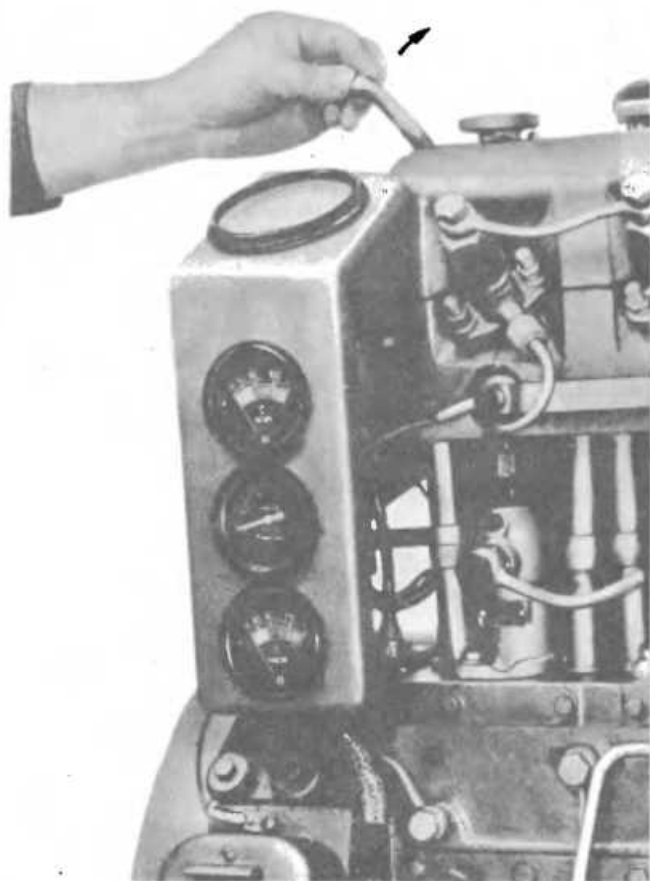

Рис. 104. Включение декомпрессионного устройства
12. Включите декомпрессионное устройство поворотом рукоятки вверх (рис. 104).
Включите декомпрессионное устройство поворотом рукоятки вверх (рис. 104).
1. Включите декомпрессионное устройство поворотом рукоятки вверх (рис. 104). На дизелях имеющих в своем составе тахометр ТМиЗМ во избежание поломки пружины привода, перед пуском непрогретого дизеля 4ч, проверните коленчатый вал пусковой рукояткой на 5—10 оборотов.